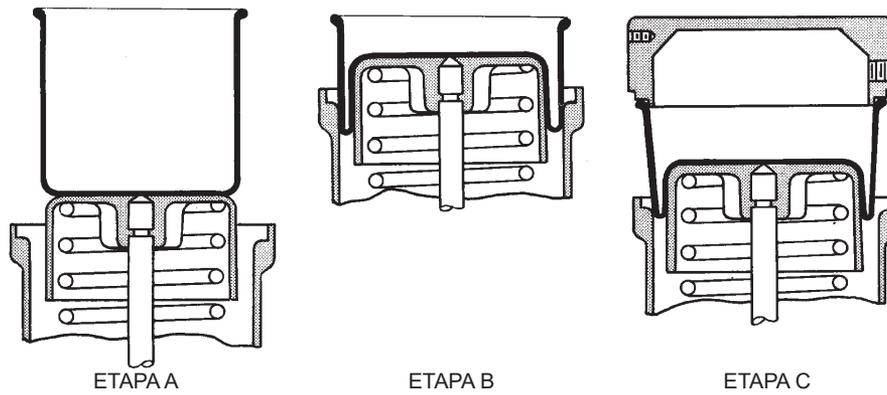

Figura 7 - Método 1
- I-1. Centralize e cole o diafragma (40) no topo do pistão (43) (consulte Figura 7-Método 1, Fase A).
- J-1. Role o diafragma (40) para dentro da caixa da mola (38) até que a borda do diafragma seja localizada na ranhura da caixa da mola (consulte Figura 7-Método 1, Fase B).
- K-1. Coloque a borda do diafragma (40) sobre a caixa da caixa do diafragma (42) e cuidadosamente, encaixe a caixa do diafragma (42) sobre o pistão (43) até o seu assentamento na caixa da mola (38). (ver Figura 7-Método 1, Fase C).
Nota: A parte interior do diafragma que está em contato com o pistão está marcada com a inscrição "lado do pistão"; tenha cuidado para manter a camada de Neopreno dentro dos limites que correspondem à parte achatada do pistão (Figura 7- Método 2, Fase A).
- H-2. Centrar e aderir o diafragma (40) no topo do pistão (43) (Figura 7- Método 2, Fase A).
- I-2. Role o diafragma (40) cuidadosamente para dentro da caixa da mola (38) até que a borda engate na ranhura da caixa da mola (38). Pressione leve e uniformemente a borda até que as duas partes cobertas por Neopreno estejam coladas. Verifique que não há torção do diafragma dentro da caixa da mola (Figura 7- Método 2, Fase B).
- J-2. Ajuste a caixa do diafragma (42) à caixa da mola (38) depois de verificar que a conexão do ar está do lado correto e que os orifícios roscados da caixa do diafragma (42) e os orifícios da caixa da mola (38) estão alinhados.
- K-2. Prenda a borda do diafragma (40) entre o rebordo da caixa do diafragma (42) e a caixa do diafragma (Figura 7- Método 2, Fase C).